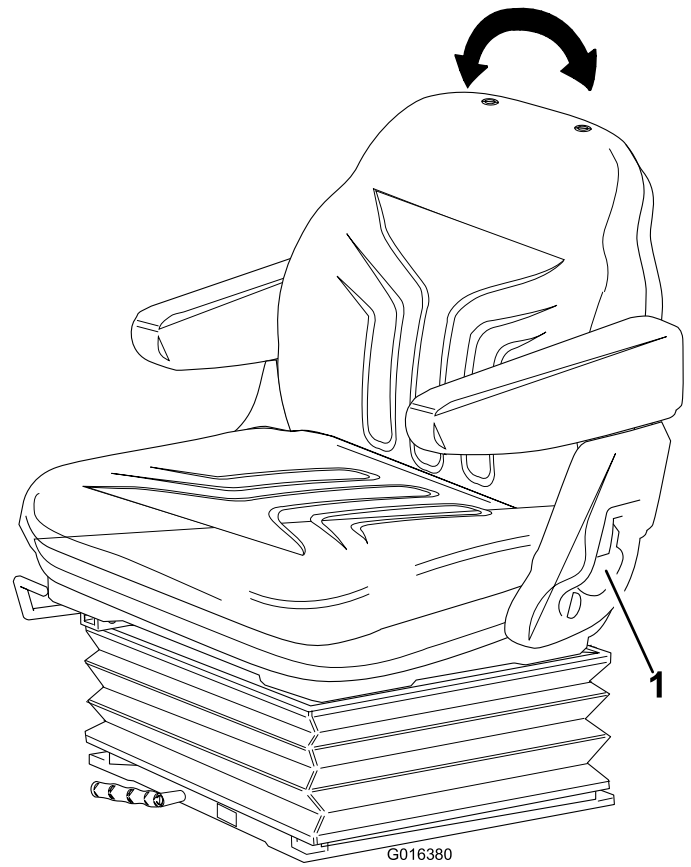

Figura 14
- **Ajuste del respaldo:** Tire de la palanca hacia fuera para ajustar el ángulo del respaldo del asiento. Suelte la palanca para bloquear el respaldo del asiento en esa posición (Figura 14).